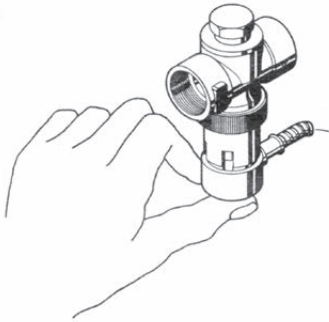

Fig. 101 Sécurité d'écoulement thermique, pression du capuchon rouge contre la soupape
- ▶ Pressez le capuchon rouge contre la soupape (Fig. 101) > l'eau doit s'écouler dans l'entonnoir.